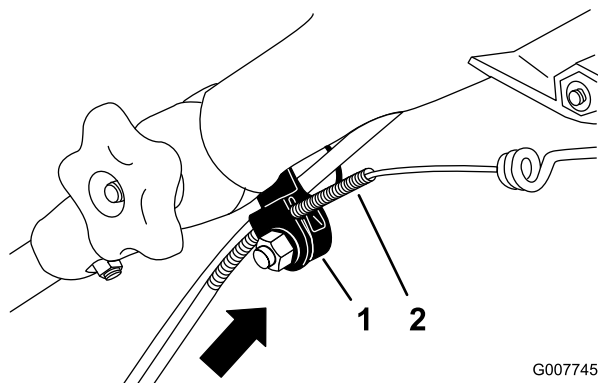

Figura 51
**Nota:** Puede colocar una regla contra el lado superior del soporte del cable negro para medir el desplazamiento del extremo superior de la cubierta del cable (Figura 51).